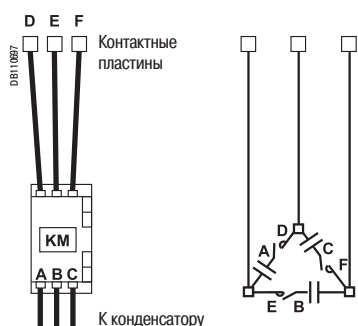

Рис. 26. Отключение питания контакторами
- Разомкните соединения между конденсаторами, соединенными треугольником (рис. 26). Чтобы полностью разрядить конденсаторы, последовательно замкните выводы: АЕ, ВF и СD.